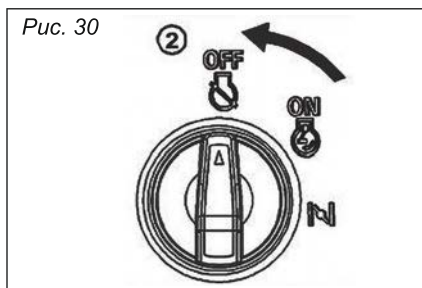

Рис. 30
3. Поверните переключатель «3 в 1» в положение «OFF» (2), рис. 30: